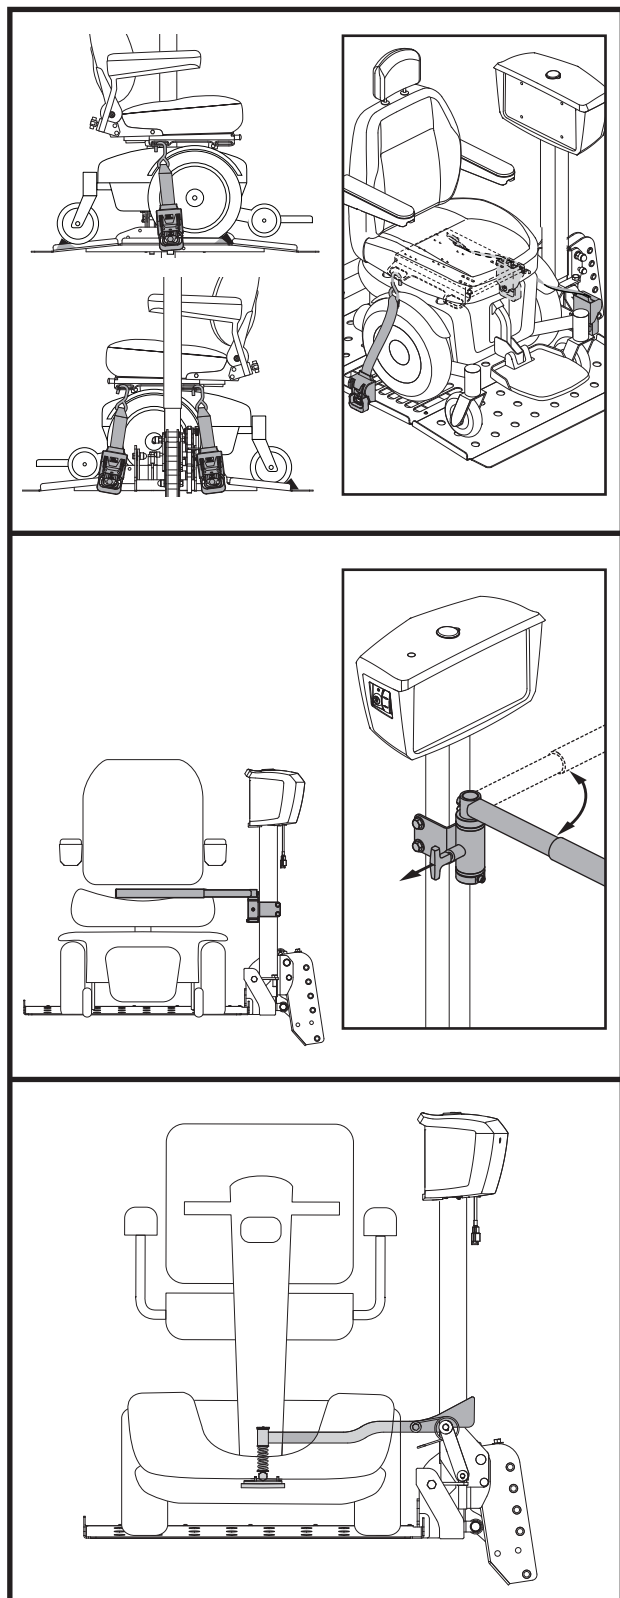

Figura 16. Sujeción de la unidad
- Tire de la correa y sujétela al lado contrario de la plataforma. Adjunte correas a los puntos de fijación del producto de movilidad. **Ver figura 16.**